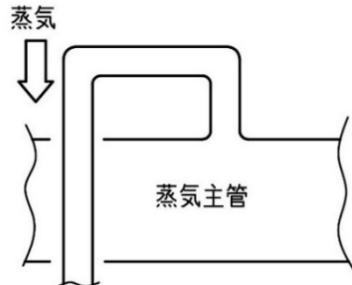

図 2
- 2) 蒸気配管を主管から枝取りする場合は、必ず上取りしてください。 (図 2)